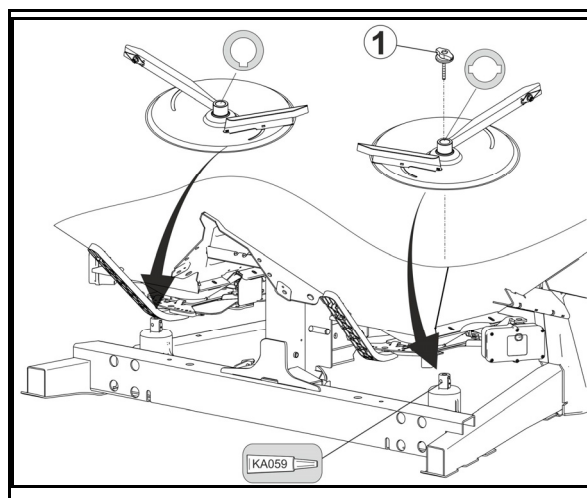

Fig. 53
1. Remove the wing nut (Fig. 53/1).